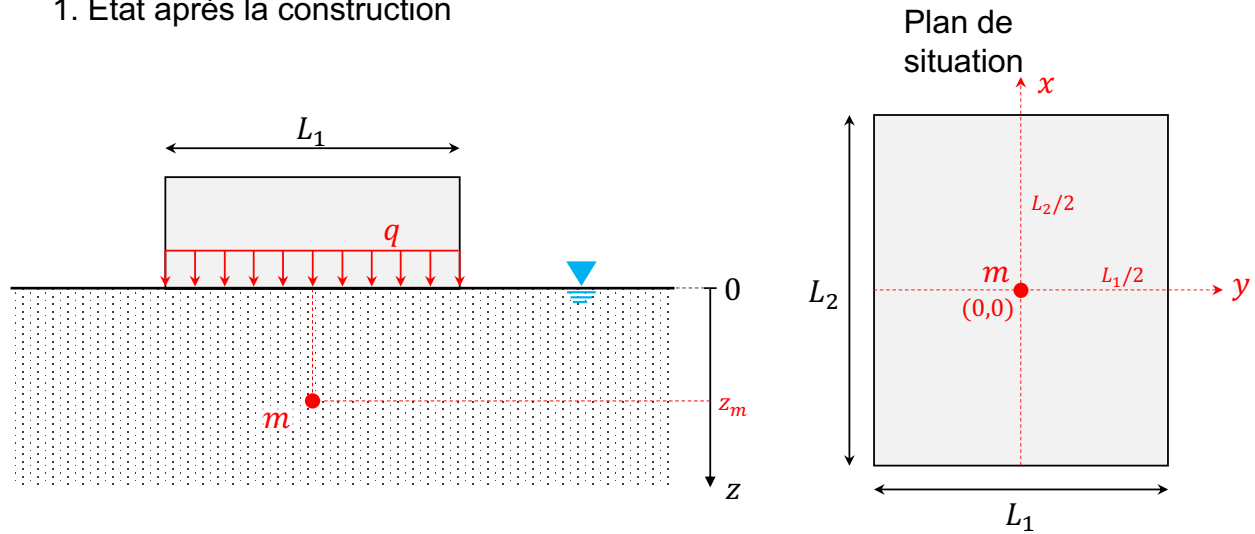

FIGURE 2 – État 1 avec la construction du bâtiment. À gauche la coupe vertical et à droite le plan de situation.
3. On s'intéresse maintenant au changement de contraintes dû à la construction du bâtiment schématisé en figure 2. Le bâtiment sera fondé superficiellement sur une base souple rectangulaire $L_1 \times L_2$ reprenant une charge répartie q . Écrivez analytiquement la contrainte effective verticale finale après la construction en fonction de la profondeur z sous le milieu du bâtiment (Point m sur le schéma). (4 points)